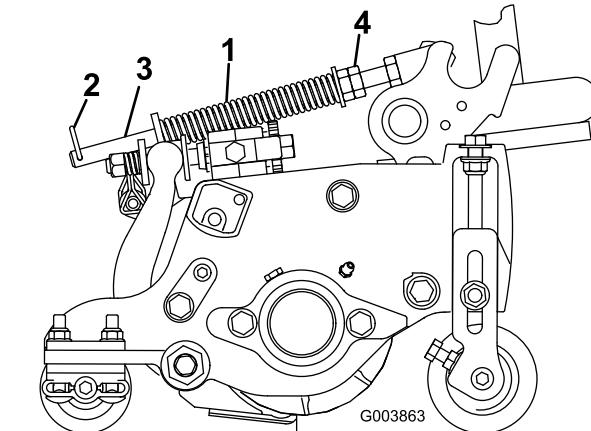

Bild 16
Die Rasenkompensierungsfeder (Bild 16) verlagert das Gewicht von der Front- zur Heckrolle. Dies reduziert ein Bobbing genanntes Wellenmuster auf der Rasenfläche.
1. Stellen Sie sicher, dass der Splint in das hintere Loch in der Federstange eingesetzt ist (Bild 16).
2. Ziehen Sie die Sechskantmuttern vorne an der Federstange an, bis die zusammengedrückte Länge der Feder an 12,7-cm-Schneideinheiten 12,7 cm oder an 17,8-cm-Schneideinheiten 15,9 cm beträgt (Bild 16).